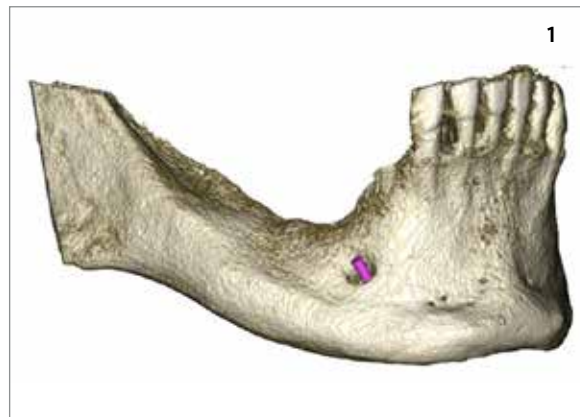

Fig. 1. Ricostruzione 3D dell'osso residuo mandibolare.
2. A partire dalla CBCT del paziente, il team BTK elabora il modello osseo virtuale che riproduce l'anatomia della maxilla o della mandibola, con particolare attenzione alla zona del difetto osseo (Fig. 1). Il modello osseo mandibolare comprende anche l'analisi del decorso del nervo alveolare; quello della maxilla la ricostruzione completa del processo alveolare, dei seni mascellari, del processo pterigoideo e zigomatico. Massima attenzione viene prestata, in ogni caso, all'analisi delle strutture nobili presenti.